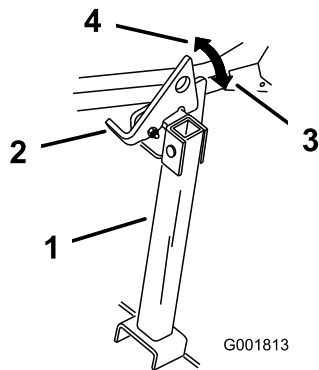

Figura 47
2. Alzate il dispositivo di chiusura per sbloccarlo (Figura 47).